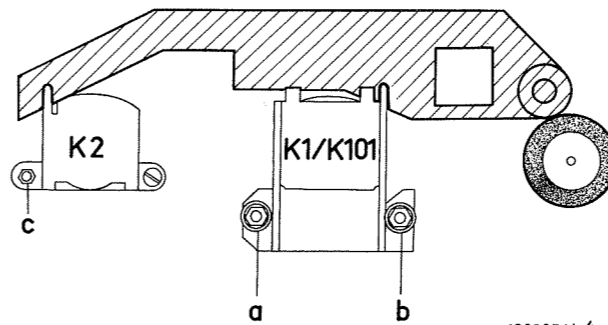

Fig. 18
E. Kophoogte o/w kop (Fig. 18)